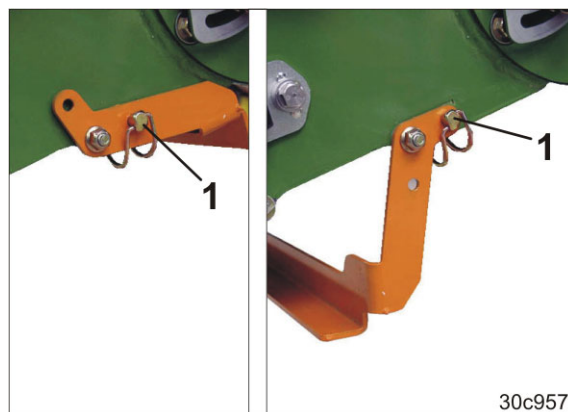

Рис. 240
3. Опустите и зафиксируйте держатель [пружинный фиксатор (Рис. 240/1)].